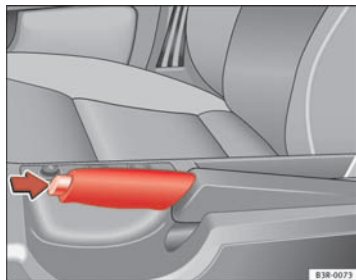

Fig. 149 Détail de la console centrale : frein à main serré
- Tirez quelque peu le levier de frein à main vers le haut en appuyant sur le bouton de verrouillage ⇒ fig. 149 -flèche-.